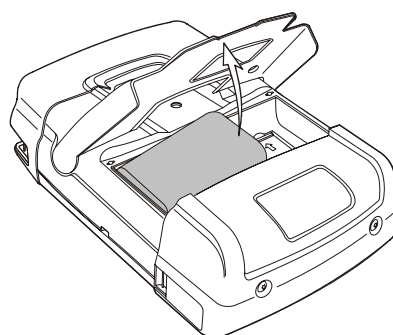

Figura 4-5. Rimozione della batteria
- Sollevare un lato della batteria e rimuoverlo (Figura 4-5).